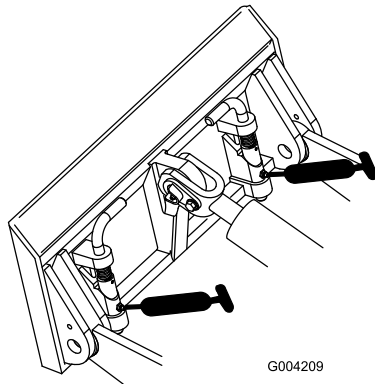

Figura 18
3. Conecte una pistola de engrasar a cada punto de engrase (Figura 17 y Figura 18).